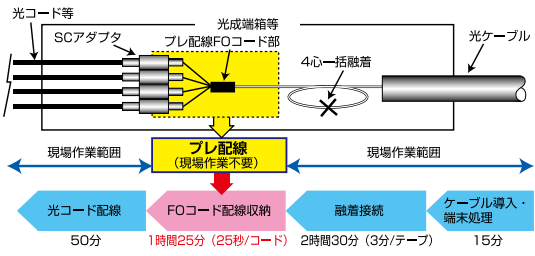

図1. プレ配線製品の時間短縮イメージ (200心成端時)
- 現場でのFOコード収納作業がない為「施工時間短縮」が可能です。(図1参照)